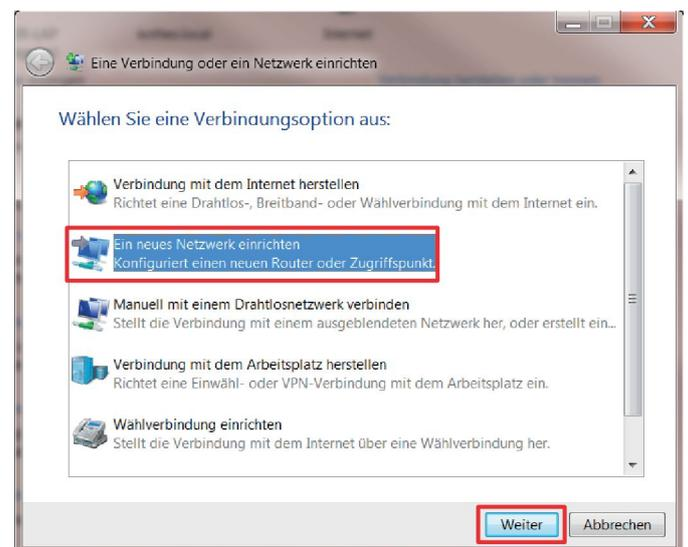

Abb. 43: Neues Netzwerk einrichten
3. ▶ „Ein neues Netzwerk einrichten“ (Abb. 43) markieren und mit „Weiter“ auswählen.